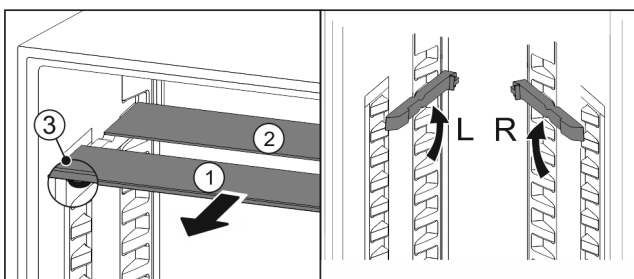

Fig. 24
- Skleněné desky jednotlivě vytáhněte dopředu Fig. 24 (1).
- ▷ Skleněná deska Fig. 24 (1) s ozdobnou lištou leží vpředu.
- ▷ Zářázky Fig. 24 (3) směřují dolů.